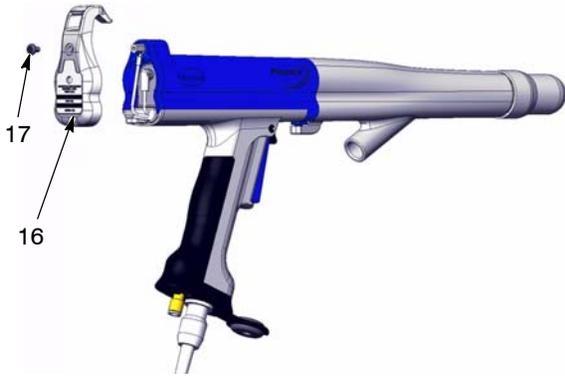

Abb. 20 Abschlusskappe abnehmen
6. Siehe Abbildung 20. Die Abschlusskappenschraube (17) und die Abschlusskappe (16) vom Pistolengehäuse abnehmen.
7. Siehe Abbildung 20. Die Abschlusskappe mit der Schraube am Pistolengehäuse installieren.